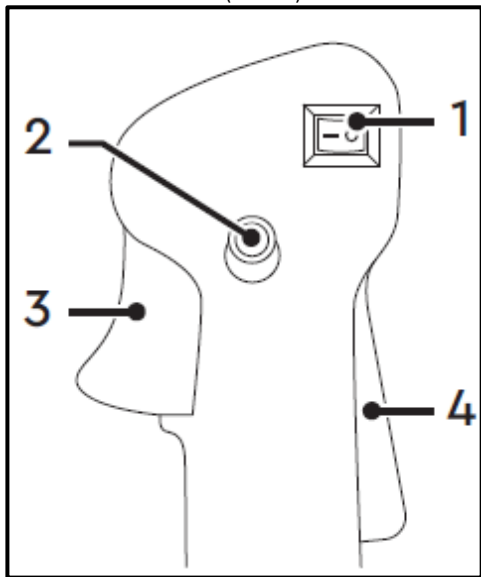

Рис. 39
- Натисніть на вимикач запалювання (1), перевівши його в положення «I» (Рис. 39).
- Для того щоб ріжучий елемент почав обертатися, натисність і утримуйте клавішу блокування важеля газу (4), важіль газу (3) (Рис. 39).
- Мотокоса оснащена кнопкою (2) фіксації важеля газу (3) в натиснутому положенні, що суттєво додає зручності при роботі. Для того щоб зафіксувати важіль газу (3) в натиснутому положенні, необхідно натиснути й утримувати клавішу блокування важеля газу (4) та важіль газу (3), після чого натисність кнопку (2) фіксації важеля газу (3). Відпустіть органи управління рукоятки (Рис. 39).
- Натисніть на вимикач запалювання (1), перевірити його в положення «0» – «Запалювання вимкнено», після чого двигун заглухне (Рис. 39).